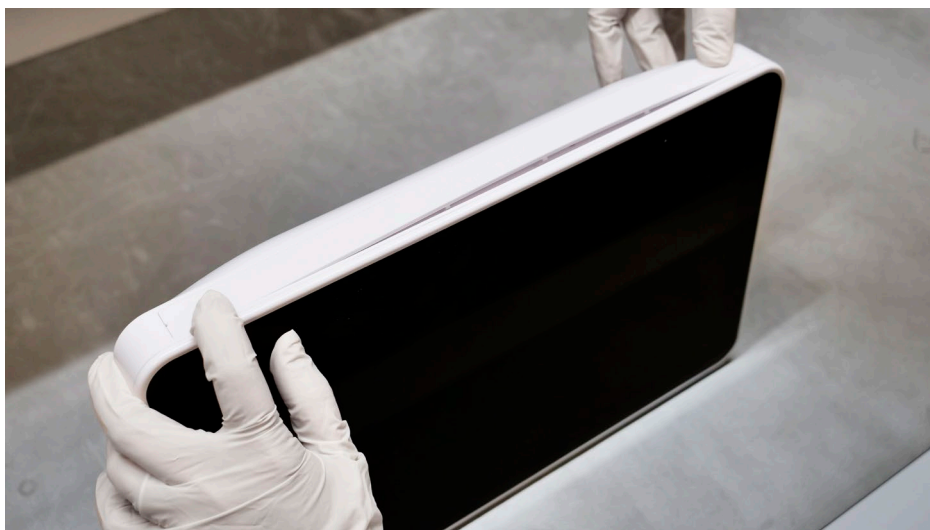

图 33 安装铭牌
f) 将铭牌卡入到位（见图 33）
先向下卡入铭牌的两端（见图 33）。然后再将铭牌的其余部分朝中心向下卡入。从显示装置的正面必须能够清晰看到铭牌上的 Ambu 徽标。如果铭牌损坏，请使用备件套件中提供的新铭牌更换。